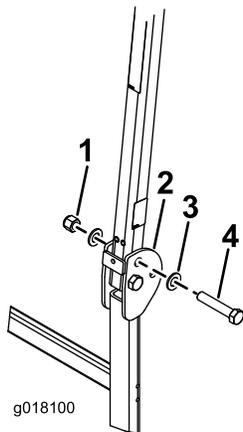

Figure 8
2. Placez une rondelle ( $13/16'' \times 1\frac{1}{2}''$ ) sur chaque boulon ( $\frac{3}{4}'' \times 4''$ ), comme montré à la Figure 8.
3. Placez les boulons et rondelles dans les trous occupés précédemment par les axes (Figure 8).
4. Placez une autre rondelle sur chaque boulon et fixez le tout avec des écrous ( $\frac{3}{4}''$ ), comme montré à la Figure 8. Serrez les écrous à un couple de 323 à 396 N·m.
5. Serrez le boulon de pivot du système ROPS (Figure 8) à un couple de 91 à 113 N·m pour